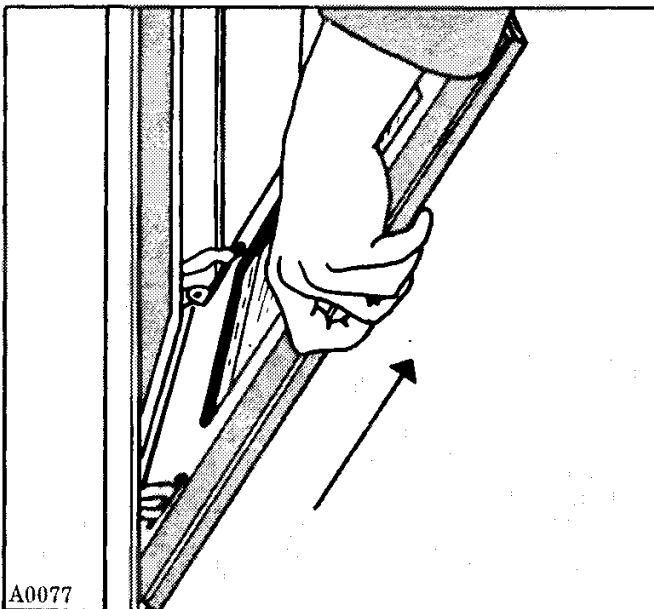

Fig. 12
3. Raise the door halfway (Fig.12).